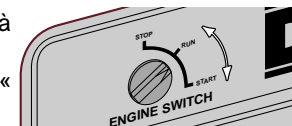

FIGURE 18:
2. Régler l'interrupteur marche-arrêt du moteur à la position « START ». Voir la figure 18.